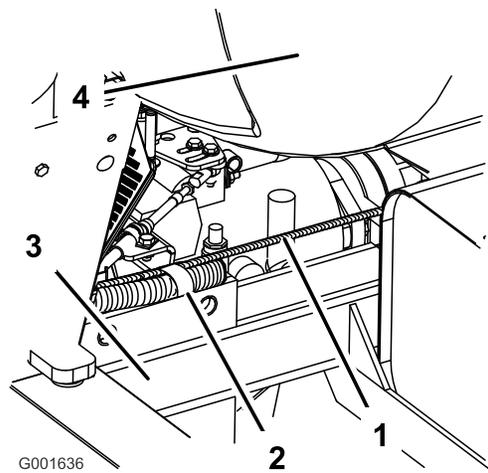

図 13
**注** ワイヤハーネスは、フレームの左側をはわせて車体後部へ、フレームの上を這わせて運転席の後ろまで引いてください（図 13）。
- 運転席の後ろにある R クランプにハーネスを取り付け、そこからフレームの上部へ引き出す（図 13）。